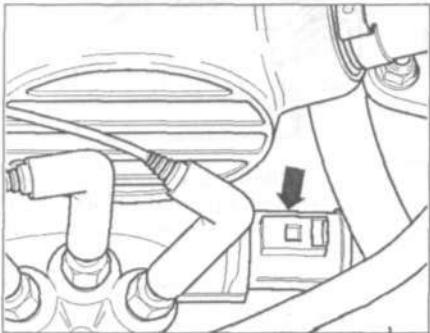

Рис. 7.52. Отсоедините разъем проводки от датчика (стрелка).
- отсоедините разъем проводки от датчика (стрелка) (рис. 7.52).